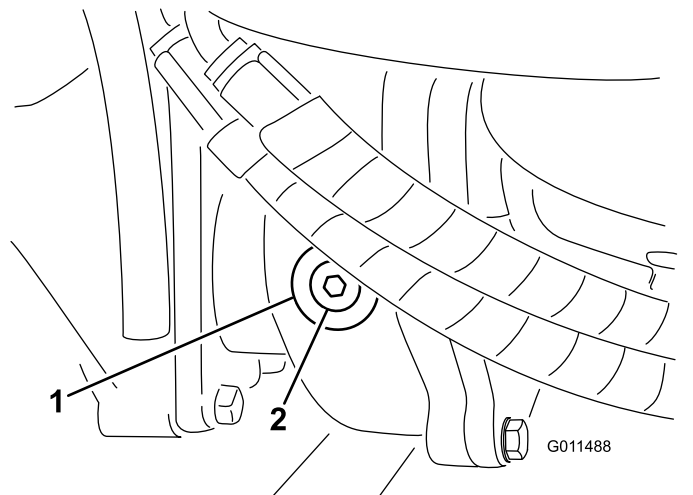

Bild 98
- Entfernen Sie die Prüf-/Füllschraube an der linken Getriebeseite (Bild 98) und stellen sicher, dass der Schmierstoff die Unterseite des Lochs erreicht. Füllen Sie bei einem niedrigen Stand genug Schmiermittel auf, um den Stand bis an die Unterseite des Lochs anzuheben.